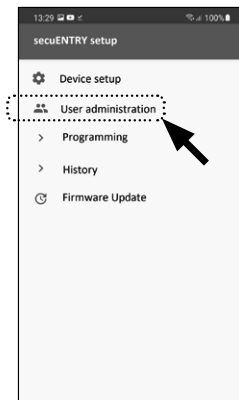

Abb. 52
- ③ Im Untermenü tippen Sie auf „User administration“ (Abb. 52).